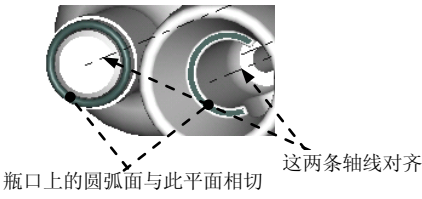

图 7.9.4 元件装配约束
Step2. 装配子装配件：打开子装配件 asm_sp2_ok.asm；定义第一个装配约束  对齐，如图 7.9.4 所示；定义第二个装配约束  相切。